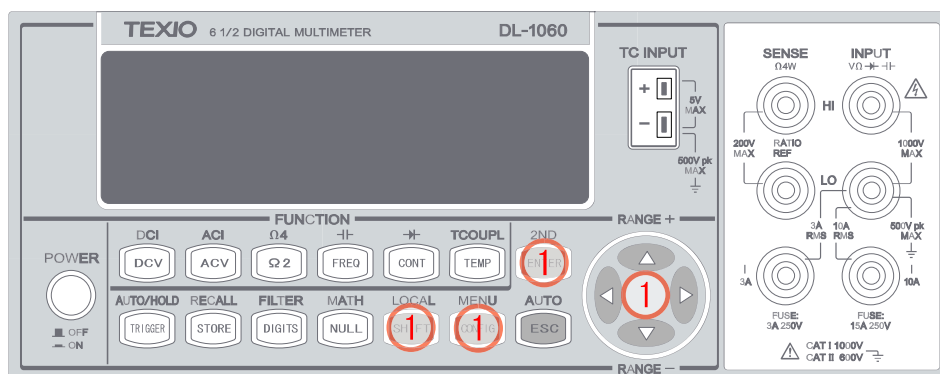

図 3-39
- ① SHIFT+CONFIG > SYSTEM > SYSTEM VER > ENTER の順に操作し、ファームウェアのバージョンを確認します。ディスプレイに3つの数字( XX-XX-XX )を表示します。最初の数字は計測用マイクロプロセッサ、2つ目は I/O プロセッサ用、最後の1つは前面パネルプロセッサ用のバージョンです。使用するボタンを図 3-39 に示します。